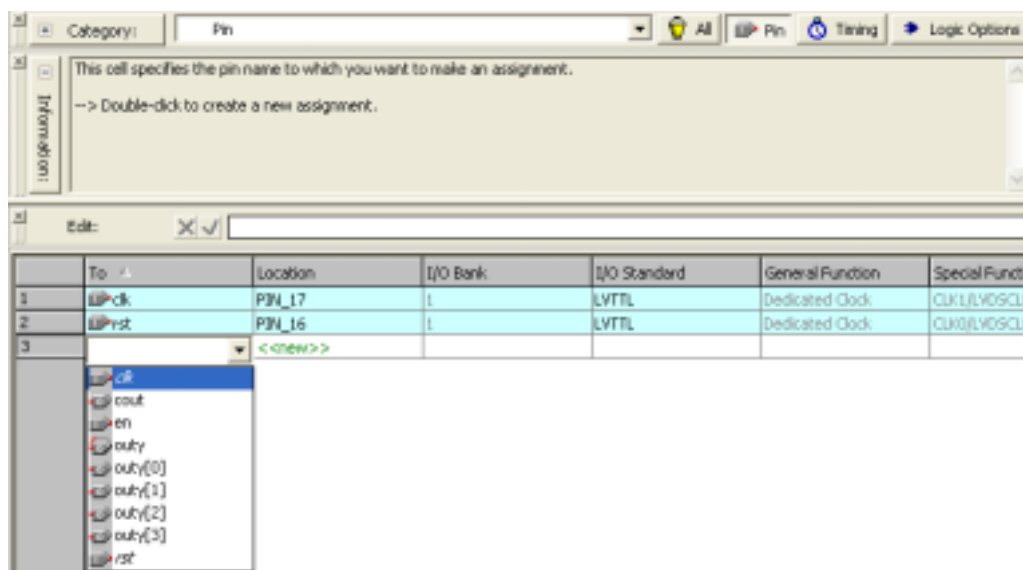

图 2-22 引脚分配
(1) 引脚锁定。在菜单 Assignments 中选择 Pins 项，在图 2-22 中下面的表格里 To 列对应的行中双击鼠标左键，将显示本工程中所有的输入输出端口，选择要分配的端口即可，在 Location 对应的行中双击鼠标左键，将显示芯片所有的引脚，选择要使用的引脚即可。以同样的方法可将所有端口锁定在对应的引脚上。引脚锁定后，必须再编译一次（Processing Start Compilation），将引脚信息编译进下载文件中。